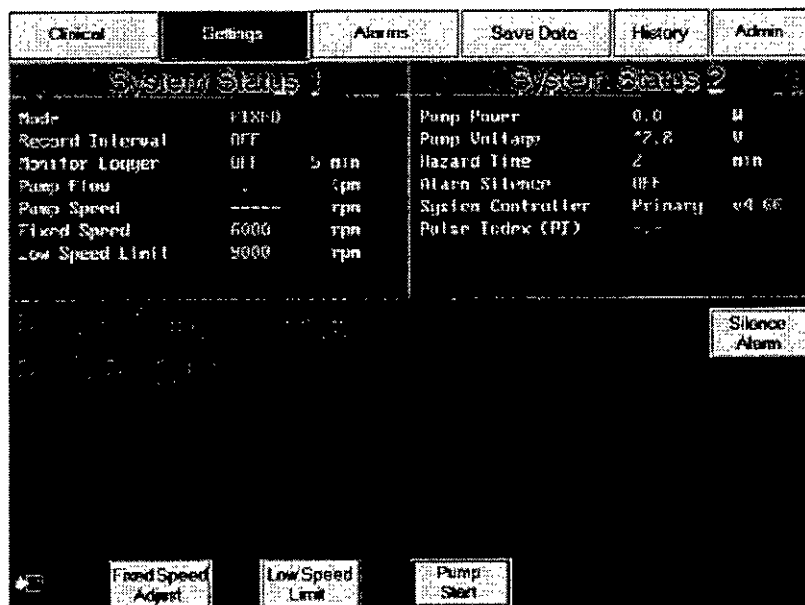

Figura 28 Pantalla Configuración – Parar bomba
3. Después de que hayan transcurrido 5 minutos, haga detener la bomba pulsando y manteniendo pulsado el botón Pump Stop en la pantalla de configuración por 10 segundos hasta que se produzca la alarma Pump Off (Figura 28). El mensaje Pump Off debe aparecer y el botón Pump Stop debe cambiar a Pump Start.